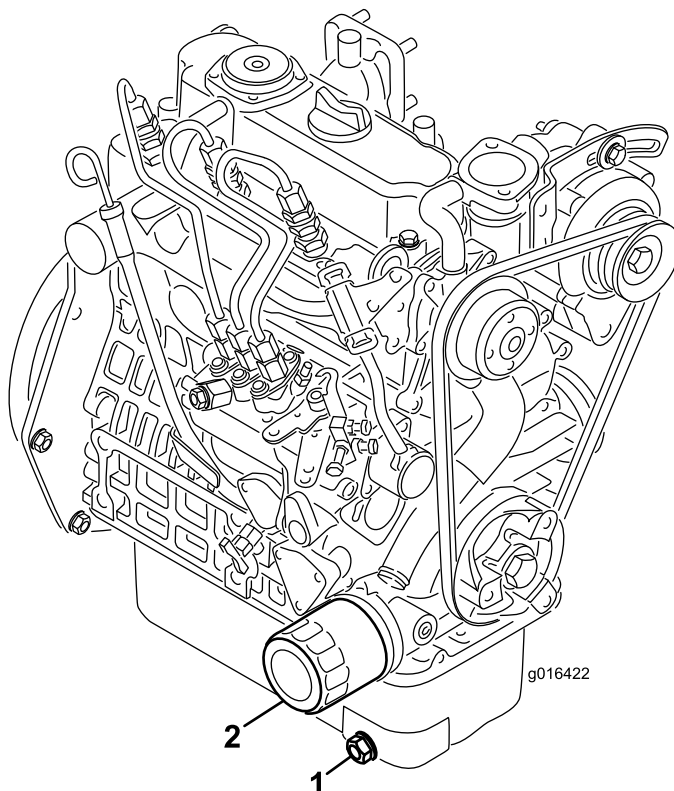

Figura 35
1. Togliete il tappo di spurgo (Figura 35) e lasciate defluire l'olio in una bacinella. Quando l'olio cessa di defluire, rimontate il tappo.